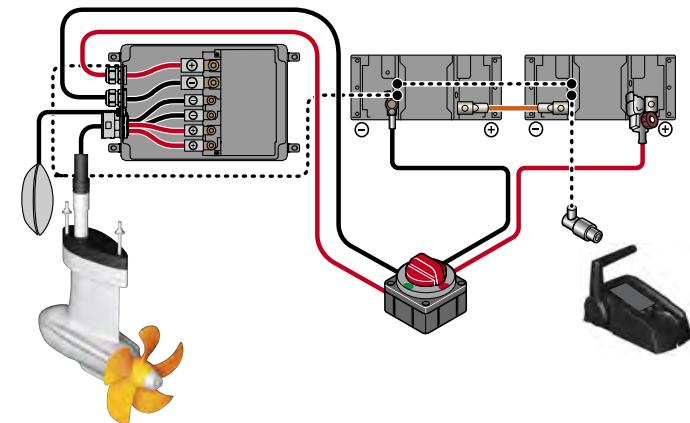

Fig. 56: Schema elettrico Power 26-104
2. Collegare i cavi rimanenti alle batterie, vedere "Fig. 56: Schema elettrico Power 26-104".